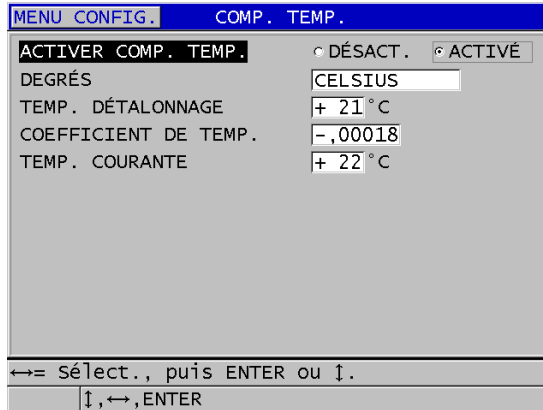

Figure 10-18 Écran de compensation de la température
3. Dans l'écran **COMP. TEMP.**, faites ce qui suit (voir la Figure 10-18 à la page 179) :